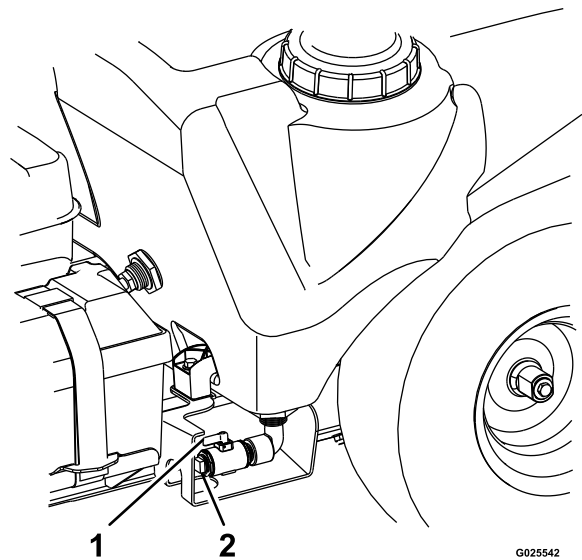

Figure 45
- Enlevez le bouchon de la vanne de vidange de la cuve du pulvérisateur (Figure 45).
5. Tournez la poignée de la vanne de vidange dans le sens horaire de 90° pour vidanger la cuve (Figure 45).
6. Fermez la vanne de vidange de la cuve, enlevez le flexible de vidange et remettez le bouchon de vidange sur la vanne (Figure 45).